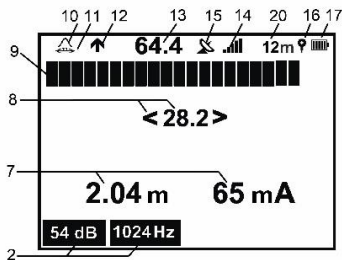

Abb. 19. Anzeige im Modus "Spur"
- **TRACE** - um das Versorgungsunternehmen zu lokalisieren und seine Tiefe und die durch es fließende Betriebsfrequenz zu ermitteln. Die Anzeige dieses Modus ist in **Abb. 19** dargestellt.
Die Anzeige der Eingangssignalstärke in dB (zur Ortung nach Peak und Null) färbt sich rot, wenn die entsprechenden Eingangskanäle übersteuert sind (siehe Pos. 13, Pos. 8 **Abb. 19**).
Wenn die Stärke des Doppelfrequenzsignals ausreichend ist, wird die Anzeige der Stromrichtung (**Abb. 19**, Pos. 12) automatisch aktiviert. Wenn die Funktion **Kompasslinie** verwendet wird, wird die aktuelle Richtung mit der Pfeilrichtung der Hilfssposition (Pos. 19 **Abb. 22**) angezeigt.